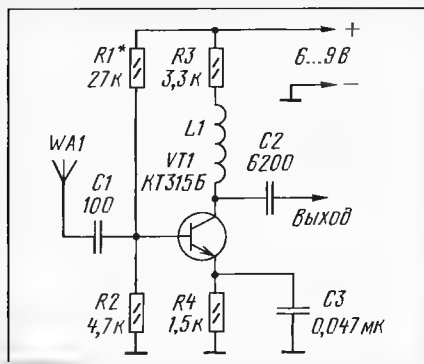

Рис. 1
**Усилитель радиочастоты.** Находясь в железобетонном здании или в кабине автомобиля, порою становится обидно за хороший промышленный радиоприемник, который вдруг перестает в таких условиях "ловить" дальние радиостанции. Вот здесь-то и пригодится приставка на одном транзисторе (рис. 1) – широкополосный усилитель радиочастоты (РЧ).